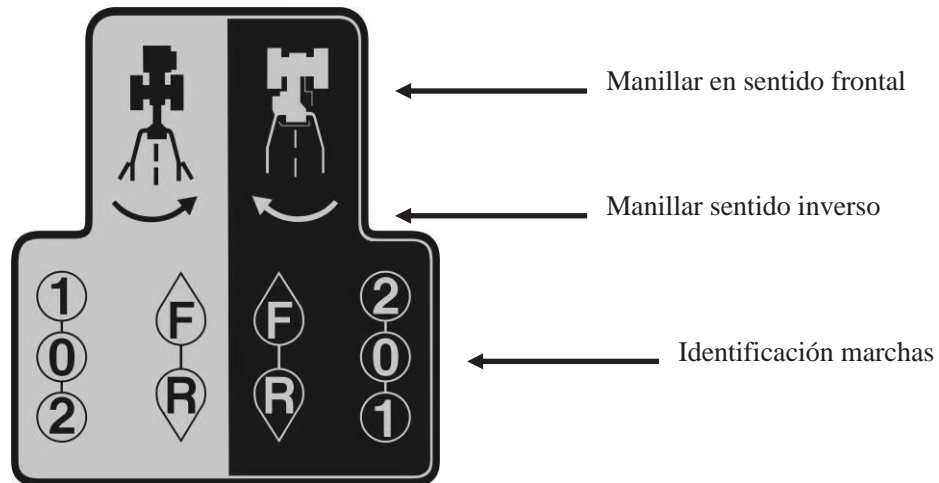

Figura 19
- Dirección Rotatorio de pasamanos es necesario. Por favor, consulte las instrucciones. Ver figura 19.
- Explicación funcionamiento marchas: Figura 19.
- Cuando conecte el accesorio puede necesitar ajustar la guía del manillar, por lo tanto, puede haber diferencias. Por favor lea detenidamente las advertencias de cada accesorio. Ver figura 19.